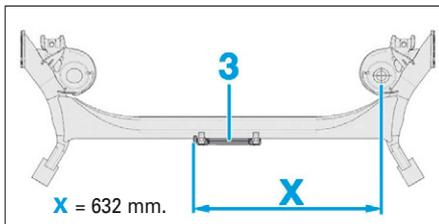

FIG. 66
- Positionner l'amortisseur de vibrations (3) suivant la côte X = 632 mm (Fig.66).